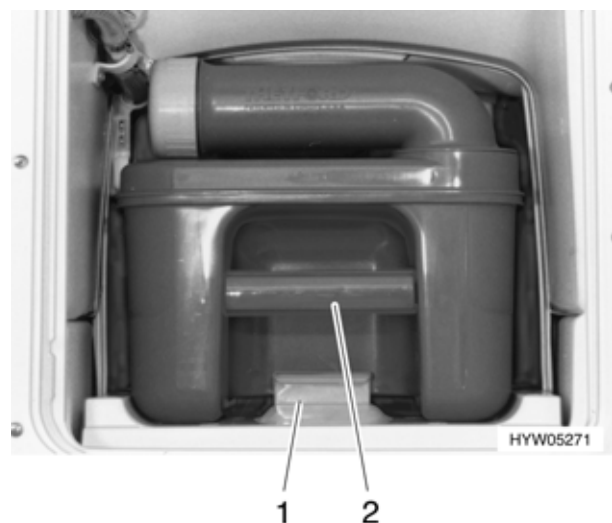

Bild 142 Thetford-Kassette entnehmen
- Sicherung (Bild 142,1) entriegeln und Thetford-Kassette (Bild 142,2) herausziehen.